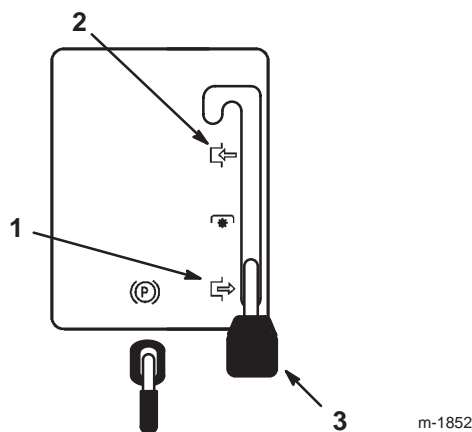

Bild 5
2. Stellen Sie den Zapfwellenantriebshebel (ZWA) auf „Ein“ (Bild 5).
2. Stellen Sie den Zapfwellenantriebshebel (ZWA) auf „Aus“ (Bild 5).
4. Stellen Sie den Zapfwellenantriebshebel (ZWA) auf „Aus“ (Bild 5).